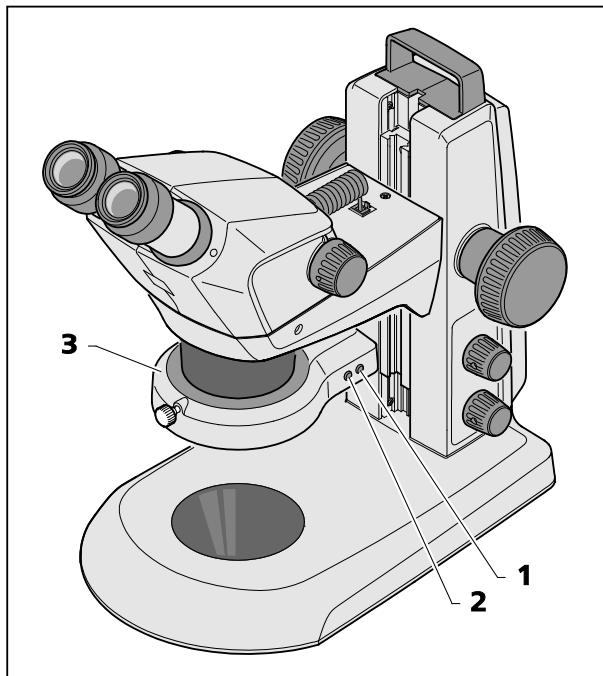

図 23 リングライト
- 前側のボタン(図 23/2)を連続して押すことで、リングライト(図 23/3)の4つの照明ステータスを切り替えることができます：
- 後ろ側のボタン(図 23/1)を短く1回押すと、セットされているセグメントが時計回りに $1/4$ 周ずつ回転します。
- 後ろ側のボタン(図 23/1)を押して、そのまま2秒間以上保持すると、セットされているセグメントは連続して回転します($1/8$ 周きざみで回転、それぞれ1秒/回転)。
- もう一度後ろ側のボタン(図 23/1)を押すと回転は停止し、対象は再び後方から照らされます。